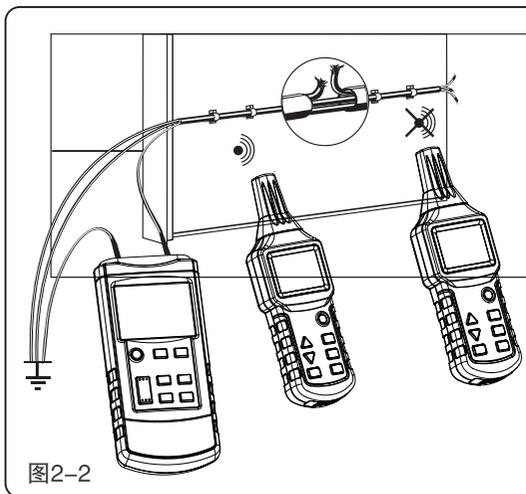

图2-2
在下面的练习例子中，请您采用一段截面约为1.5mm²护套线缆。在一堵两面都可以自由接近的墙壁上，在大约齐眉的高度，将长约5m的线缆用卡圈临时固定在墙壁上(明线安装方式)。在距线端约1.5m的距离处，请您将其中一条芯线剪断。线缆的两个末端要保持开放状态。在护套线缆的起点，将断开的那条芯线的线端绝缘削除，并用配件中的测量导线将发射机的插孔⑩和断裂的芯线的端子相连，将发射机的接头⑪和一功能完好的地线相连。所有其他没有断裂的芯线也必须和发射机的功能完好的地线相连(如图2-2所示)。